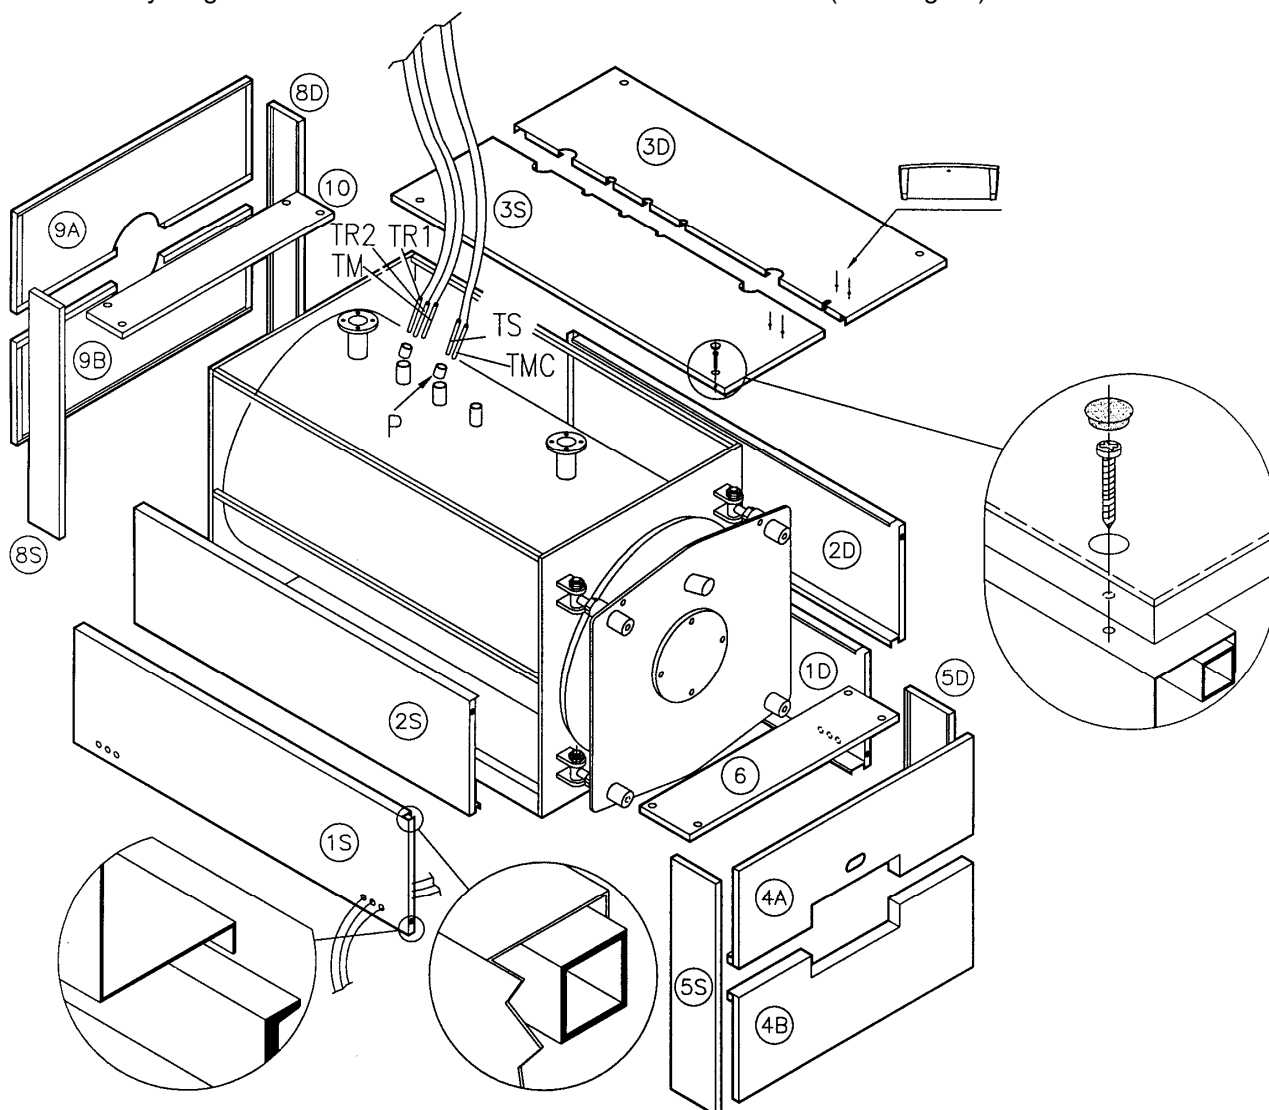

Fig. 9
**4.3 REVESTIMIENTOS CALDERA RCB 3S/RCB 3S M 500÷1300 (Fig. 9)**
- f) Montar los paneles (5S) y (5D), enganchándolos en los paneles laterales por medio de los estribos destinados a ello; luego montar los paneles anteriores (4B) y (4A), enganchándolos en los paneles (5S) y (5D). Cerrar el revestimiento de la puerta con el panel superior (6), fijándolo con los tornillos y luego cerrar los orificios con los tacos destinados a ello (ver la figura).
- g) Montar los paneles (8S) y (8D), enganchándolos en los paneles laterales por medio de los estribos destinados a ello; luego montar los paneles posterior (9B) y (9A), enganchándolos en los paneles (8S) y (8D). Cerrar el revestimiento de la cámara del humo con el panel superior (10), fijándolo con los tornillos y luego cerrar los orificios con los tacos destinados a ello (ver la figura).